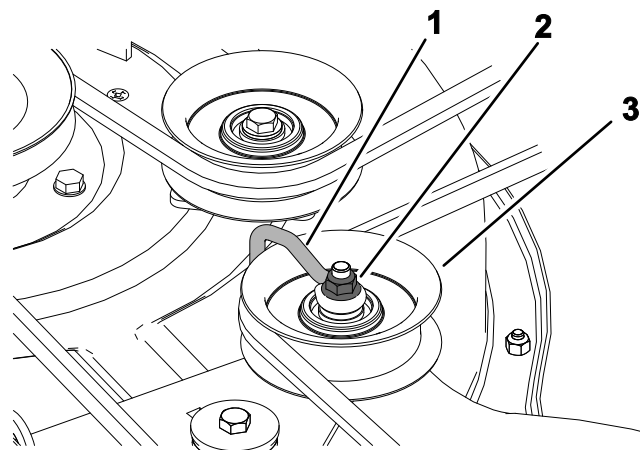

Figura 56
2. Parafuso (3)
6. Desaperte a porca que fixa a forma de arame à polia intermédia (Figura 56).
**Nota:** Posicione a forma de arame contra o braço intermédio como se mostra na Figura 56.